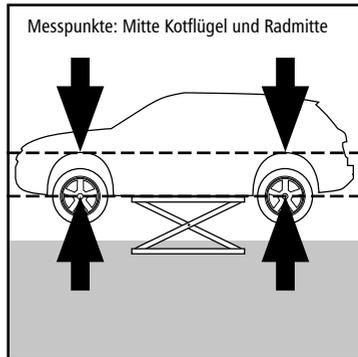

Abbildung 8, Fahrzeug ausgefedert
4. Jetzt ist das Fahrzeug ausgefedert und die Räder haben keinen Kontakt zum Boden (Abbildung 8). Messen Sie nun erneut den Abstand zwischen der Radmitte und der Kotflügelmitte.